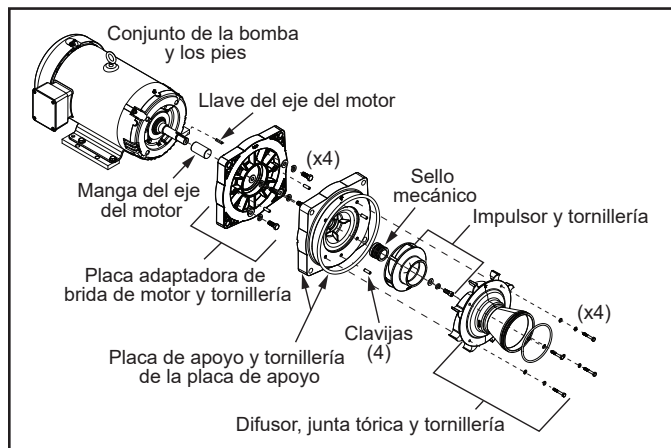

Figura 14. Quite el sello mecánico, el impulsor, el difusor y los accesorios del motor
10. Con una llave de 7/16, afloje los cuatro (4) tornillos hexagonales que sujetan el difusor a la placa de apoyo. Tire cuidadosamente del difusor y quite la junta tórica del difusor. Consulte la Figura 14.
16. Para motores con un marco JM NEMA 182-184, use una llave de tubo de 9/16" para aflojar los cuatro (4) tornillos hexagonales que sujetan la placa adaptadora de la brida del motor al motor. Para marcos JM NEMA 213-215, use una llave de tubo de 3/4". Retire cuidadosamente la placa adaptadora de la brida del motor sin golpear el eje del motor y déjela a un costado. Consulte la Figura 14.